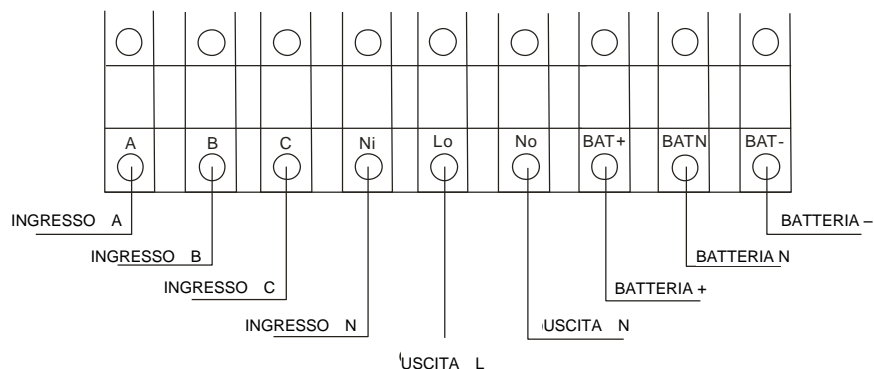

Fig. 2-4 Collegamento dei terminali I/O.
- 2) Togliere i coperchi dei terminali (v. Fig. 2-4) e collegare correttamente i cavi.